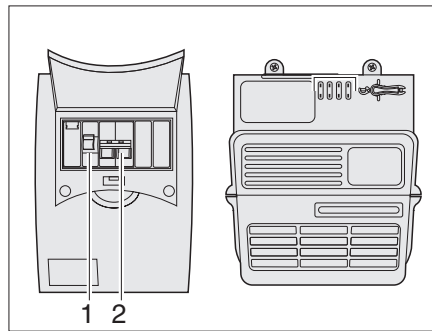

Fig. 103 Scatola dei fusibili a 230 V
Il fusibile principale (Fig. 103,2) protegge il circuito di ingresso a 230 V dall'assorbimento di un'intensità di corrente maggiore di 10 A. La scatola dei fusibili contiene inoltre un interruttore di sicurezza per correnti di guasto (Fig. 103,1).
- Disinserire e subito dopo reinserire l'interruttore di sicurezza di linea a 230 V (vedi Fig. 103) e l'interruttore principale della batteria (vedi Fig. 96) per interrompere il passaggio della corrente.